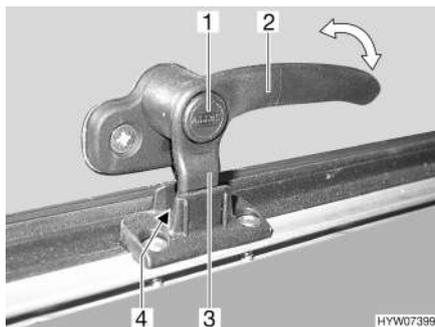

Fig. 12 Palanca de bloqueo en la posición de "ventilación continua"
- En la posición "ventilación continua" (Fig. 12)
- Presionar el botón de seguridad (Fig. 12,1) y mantenerlo pulsado.
- Girar la palanca de bloqueo (Fig. 12,3) un cuarto de vuelta hacia la mitad de la ventana.
- Girar de nuevo hacia atrás la palanca de bloqueo. El saliente de bloqueo (Fig. 12,3) de la palanca de bloqueo se ha de introducir para ello en el rebaje del bloqueo de la ventana (Fig. 12,4).
- Soltar el botón de seguridad (Fig. 12,1).